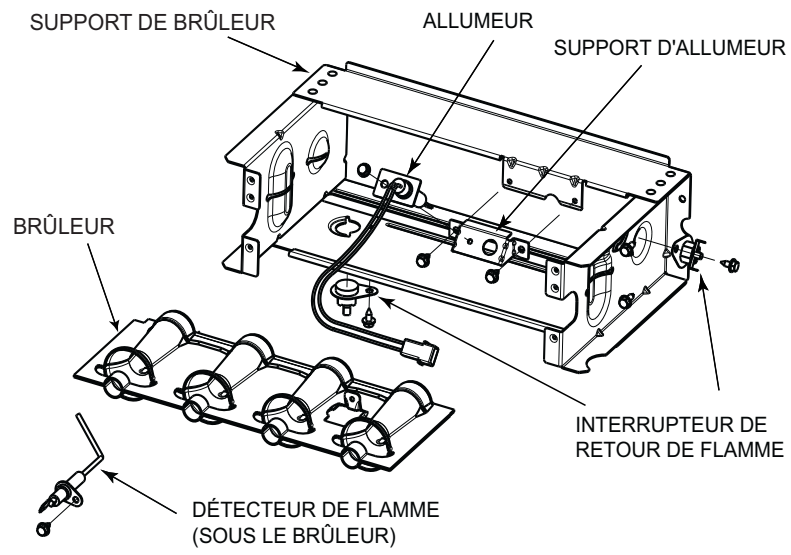

Figure 71 – Ensemble de brûleur
6. Retirez les vis qui fixent l'ensemble de brûleur au panneau cellulaire. Consultez la figure 71.